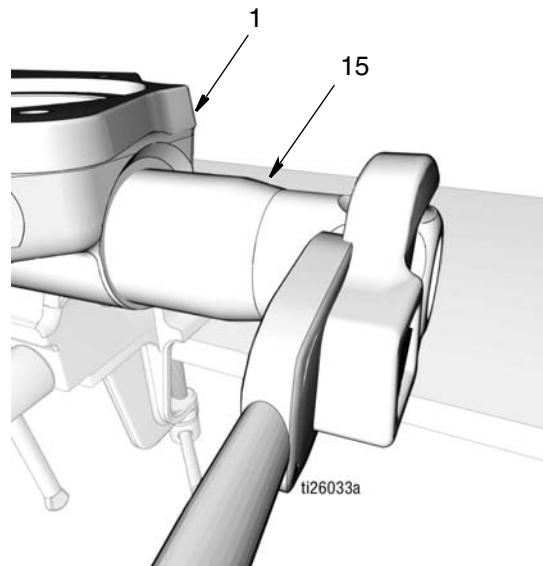

图 45
- c. 将出口止回阀 (15) 拧入泵底座 (1) (图 45)。